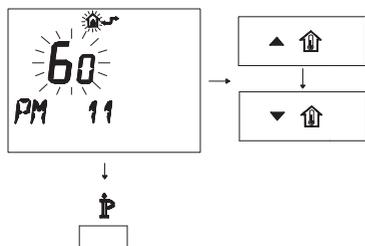

Figura 5.91
- Per modificare il SET programmato agire sui pulsanti ▲ o ▼ e aspettare che il numero programmato cominci a lampeggiare (Figura 5.91). Ogni passo incrementato o decrementato corrisponde a 1 secondo.